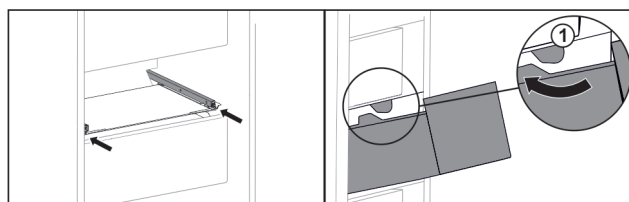

Fig. 47
- ▶ Vedte zásuvku podél zarážek Fig. 47 (1).